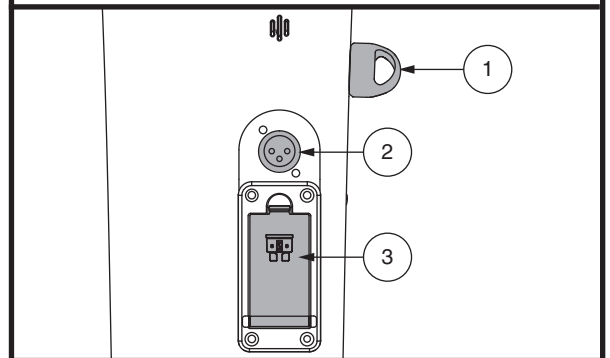

Figure 3. Composants de barre inférieure
**NOTE: Les feux d'urgence clignotent et un bip sonore retentit tant que les feux d'urgence sont activés. Voir la figure 3 pour le contrôle du volume.**